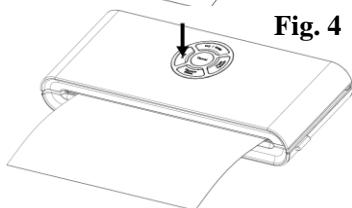

Fig. 4
5. Tryk på forseglingsknappen for at forsegle posen – Fig. 4
7. Vakuumeringen er udført. Tryk samtidigt på udløserknappen i begge sider af apparatet for at åbne den øverste halvdel, og fjern den forseglede pose – Fig. 4.